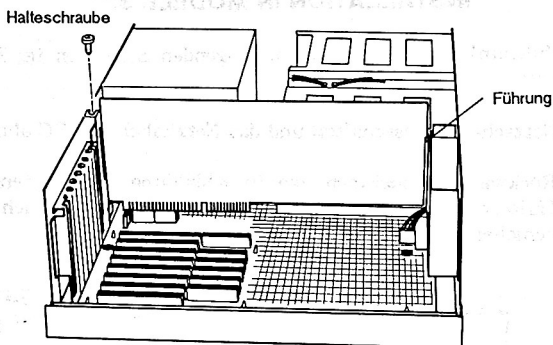

Abbildung 2
5. Die Halteschraube und Blende, wie in Abbildung 2 gezeigt, von Steckplatz 8 entfernen. Die Blende wird nicht mehr benötigt, die Schraube muß jedoch für die Sicherung der Steckkarte aufbewahrt werden.
6. Die Steckkarte bis zum Anschlag einführen. Dabei ist darauf zu achten, daß die Steckerleiste der Karte vollständig in die entsprechende Steckbuchse auf der Bodenplatte des PC gesteckt wird. Anschließend die Steckkarte mit der in Schritt 5 entfernten Schraube sichern (Abbildung 2).